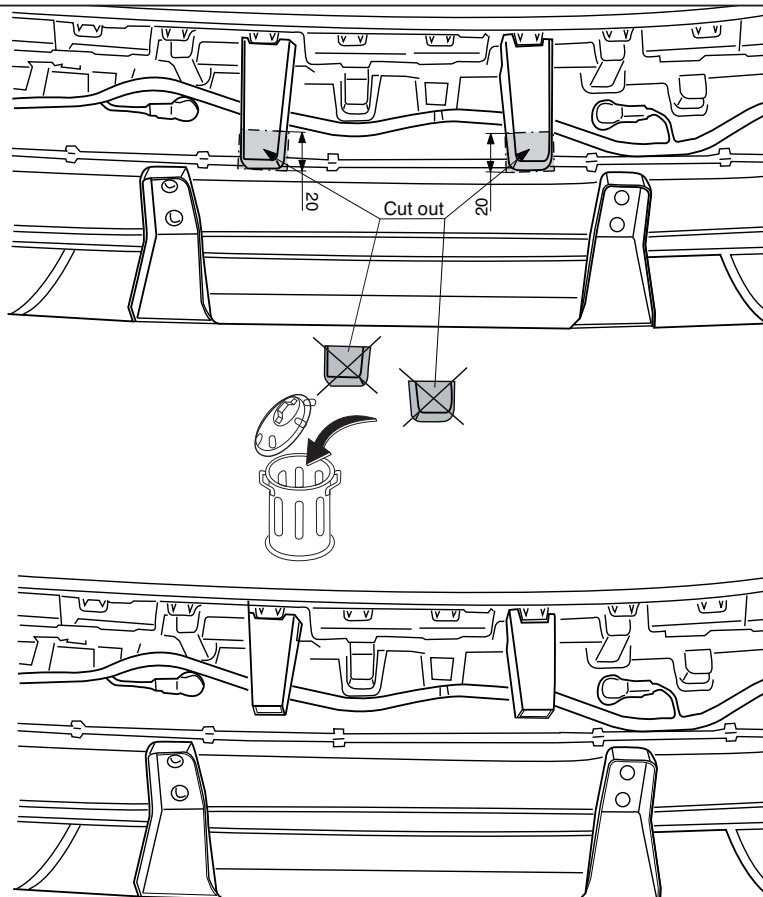

Fig.3
11. Gemäß Fig. 3. die angegebenen Stücke aus der Stoßstangeninnenverkleidung heraussägen.
11. Scier les parties de la garniture du pare-chocs comme indiqué sur les fig.3.
11. Såga de markerade delarna ur stötfångaren innanmätet.. Se fig. 3.
11. Sav ifølge fig. 3 de markerede dele ud af kofangerinderstykket.
11. Serrar las partes indicadas en las fig. 3 el armazón interior del parachoques.
11. Segare via dal l'anima del paraurti le parti indicate nelle fig. 3.
11. Stosując się do rys. 3. wyciągając zaznaczoną część z wewnętrznej strony zderzaka.